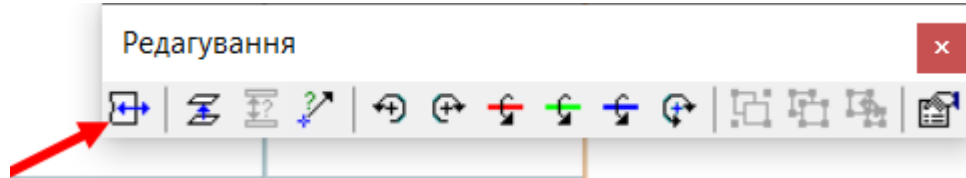

Рис. 2.7. Вибір команди для зміни розмірів деталі
10. Змінити розміри кришки. Перейти на вигляд «План», виділити кришку та на панелі інструментів «Редагування» вибрати кнопку «Розтягнути/Стиснути». В діалоговому вікні «Розтягнути/Стиснути» розтягнути ліву і праву сторону на 20 мм, а нижню на 50 мм (рис. 2.7).